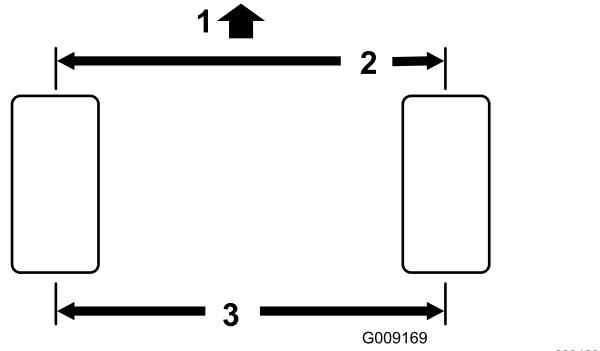

Figura 82
2. Mida la distancia entre centros (a la altura del eje) en la parte delantera y trasera de los neumáticos de dirección (Figura 82).